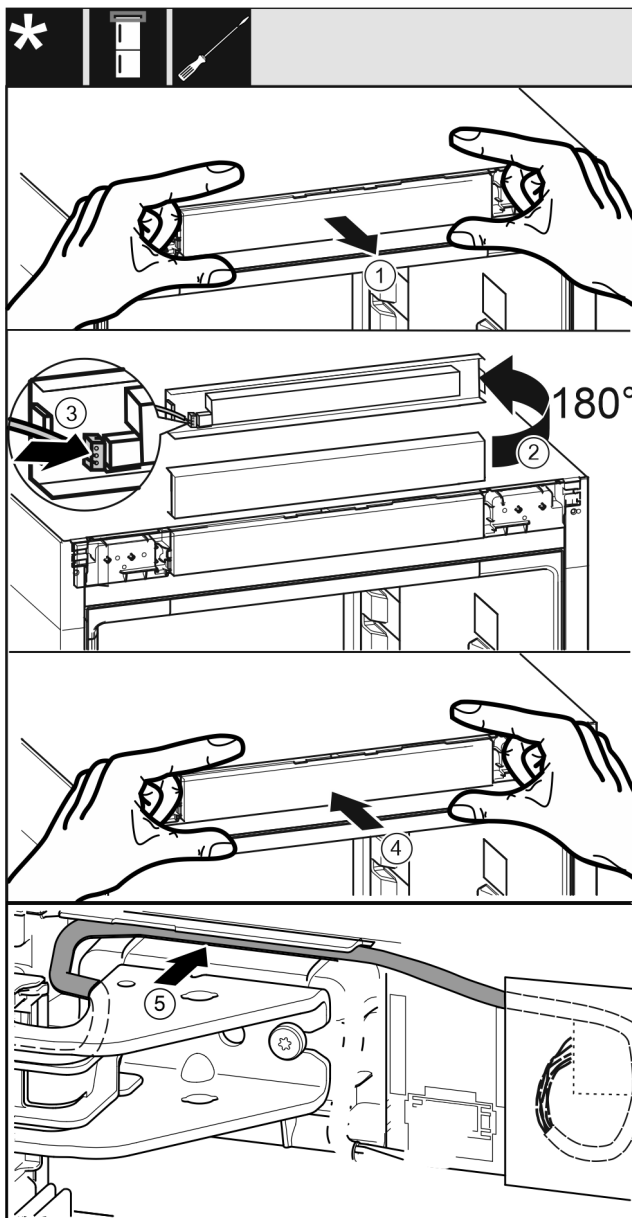

Fig. 39
- ▶ Oprezno izvucite masku za rukovanje Fig. 39 (1).
- ▶ Okrenite masku za rukovanje Fig. 39 (2) za 180° prema gore.
- ▶ Uglavite utikač Fig. 39 (3) na masku s upravljačkim elementom.
- ▶ Masku za rukovanje Fig. 39 (4) ponovno uglavite na uređaju.
- ▶ Oprezno položite kabel Fig. 39 (5) u vodilicu iznad gornjeg podloška ležaja.